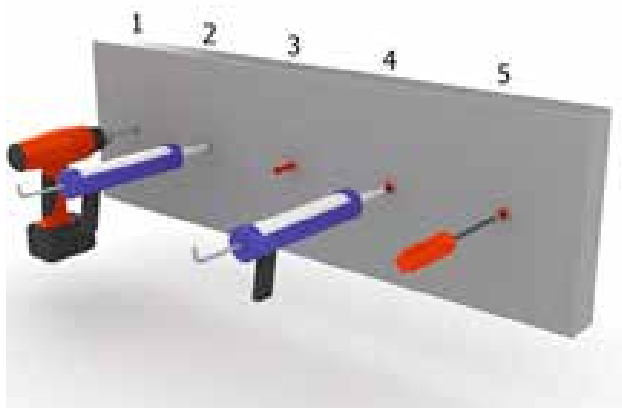

Bild 1. Borrhål genom tätskikt
- Alla borrhål genom tätskikt ska tätas med godkänd tätningsmassa, se bild 1.